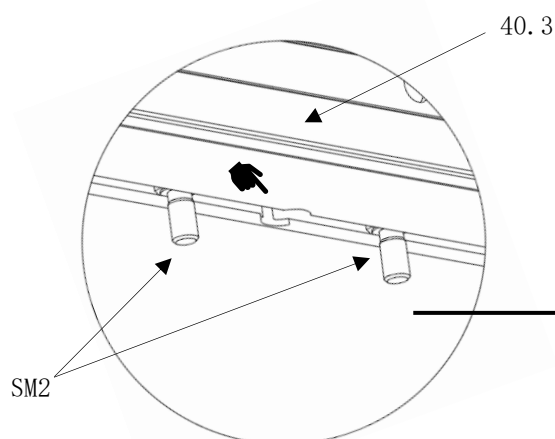

Abb. 118
- **Detail V:** der Kopf der Sechskantschrauben (Pos. SM2) in die Montage-Bohrungen der beiden Dachfenster Abschlussprofile (Pos. 40.3) einführen. (Abb. 118)